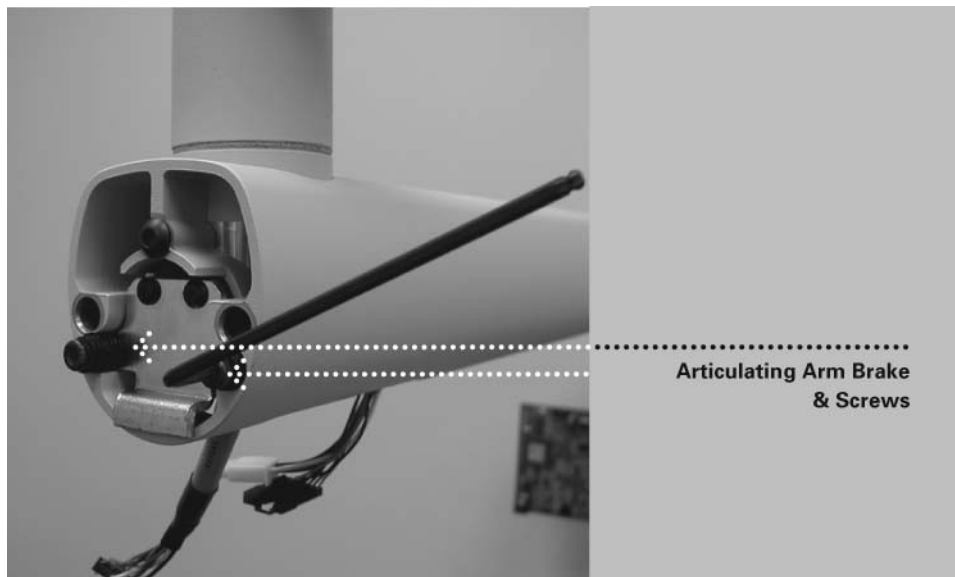

Рисунок 57
1. Определите положение винтов устройства сцепления. При помощи гаечного ключа Allen 3 мм, как показано на Рисунок 57 затягивайте или отпускайте винты по необходимости, чтобы получить нужную подвижность без нежелательного горизонтального перемещения подвижного плеча.